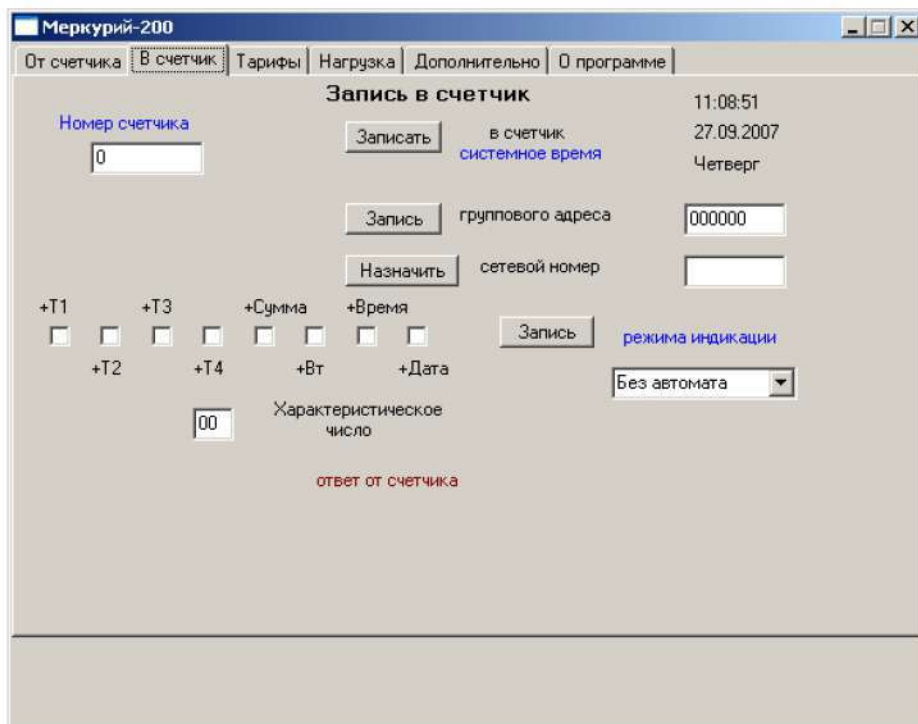

Рис. 2
- снять пломбу защитной крышки контактной колодки и снять защитную крышку (рисунок 2);